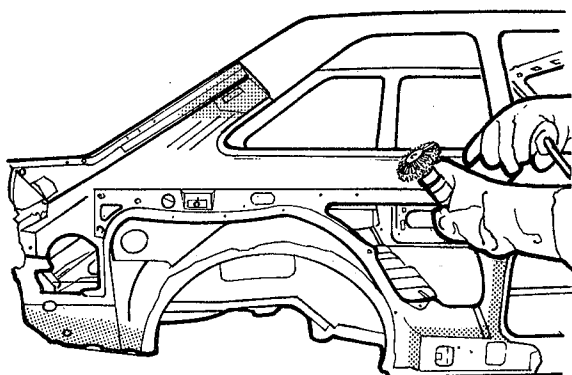

fig. 124
1. Endireitar as abas soldadas a ponto e alinhá-las, com martelo e tacho. Lixar as áreas de corte, nas colunas "B", "C", e na soleira (fig. 124)